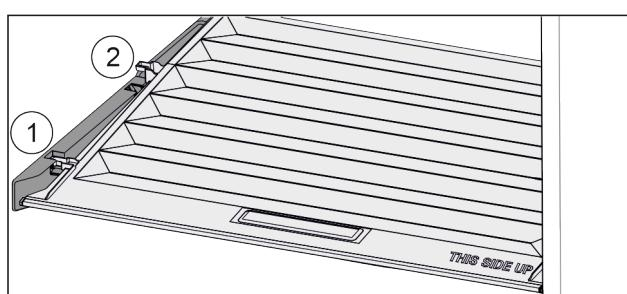

Fig. 134
- ▶ Потянуть крышку до отверстия в поддерживающих деталях вперед Fig. 134 (1).
- Поднять сзади снизу и извлечь Fig. 134 (2) движением вверх.